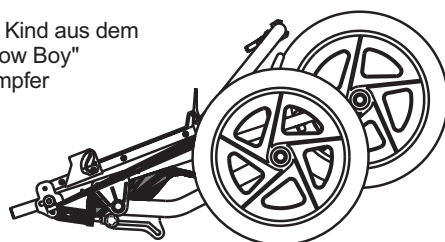

Abb. 24
**12 Falten:** Nehmen Sie das Kind aus dem Jogger. Leeren Sie den "Low Boy" Gepäckträger. Die Stoßdämpfer müssen sich in Position 1 befinden vor dem Zusammenfallen (Abbildung 2). Pressen Sie den rechten und linken Schiebegriff-Auslösungshebel und falten sie den Schiebegriff nach vorn wie in Abbildung 22 gezeigt. Greifen Sie den Auslösungsgriff für den Rahmen der sich unterm Sitz befindet (Abbildung 23) und ziehen Sie fest nach oben. Das erlaubt es den unteren Rahmen zusammenzufalten, wie in Abbildung 24 gezeigt. Durch Entfernen der Räder kann der Jogger noch kompakter zusammengefaltet werden. Das Vorderrad kann entfernt werden durch das Öffnen des Bremsschnellspannhebels (Abbildung 10), öffnen Sie den Radschnellspanner und entfernen Sie das Rad (siehe auch Sektion 6). Beachten Sie bitte, dass es einfacher ist, den Bremsschnellspannhebel zu lösen bevor Sie den Schiebegriff falten. Entfernen Sie die Hinterräder durch Lösen der Hinterradschnellverschlüsse (Abbildung 4). Das Sicherheitsarmband kann dazu benutzt werden, den